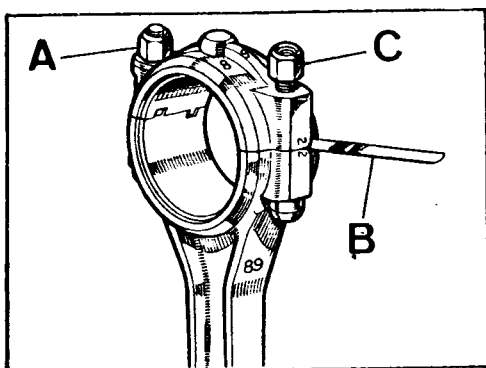

Fig. A1-107 Comprobación del huelgo de la tapa del cojinete
- 7.1. Instalar los semicojinetes, apretar las tuercas a la tensión correspondiente, aflojar una de ellas y comprobar la separación entre las juntas de unión (Fig. A1-107). Esta separación debe ser de 0,10 a 0,20 mm.